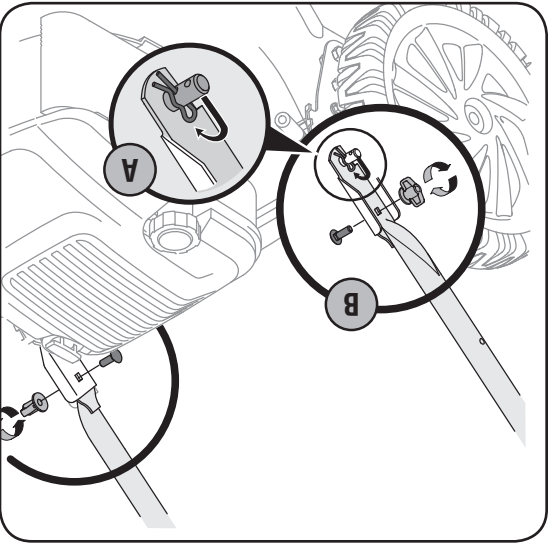

Figure 2
a. Enlevez les goupilles fendues placées dans le trou extérieur des goupilles soudées sur les supports de montage du guidon. Placez les goupilles fendues dans le trou inférieur. Voir la Figure 2.
b. Placez un boulon ordinaire (dans le sachet de boulonnerie fourni avec la machine) dans le trou supérieur du support de montage de droite du guidon, en procédant de l'intérieur vers l'extérieur. Voir la Figure 2. Maintenez-le en place avec un écrou à oreilles en plastique (boutons en forme d'étoile). Répétez de l'autre côté.